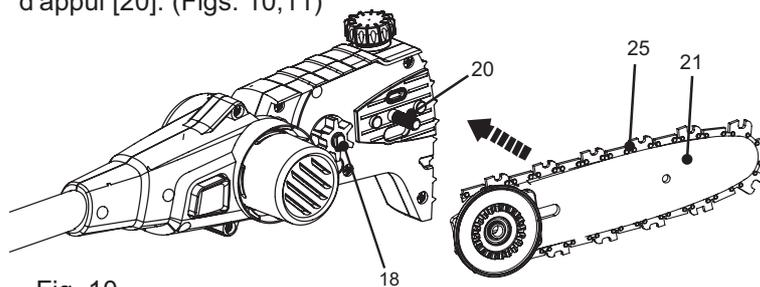

Fig. 10
- > Alignez le guide-chaîne [21] et la chaîne de la tronçonneuse [25] avec le pignon d'entraînement [18] et le boulon de support [20]. Posez la chaîne autour du pignon d'entraînement [18] et puis abaissez le guide-chaîne [21] pour l'installer sur le boulon d'appui [20]. (Figs. 10,11)